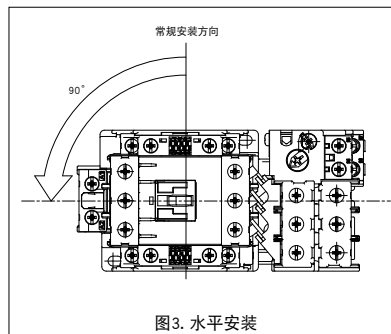

图3. 水平安装
- 若只能沿水平方向安装设备，则请如图3所示，务必将其从常规安装方向逆时针转动90°。